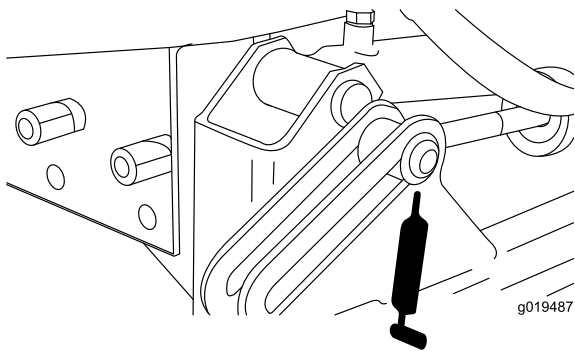
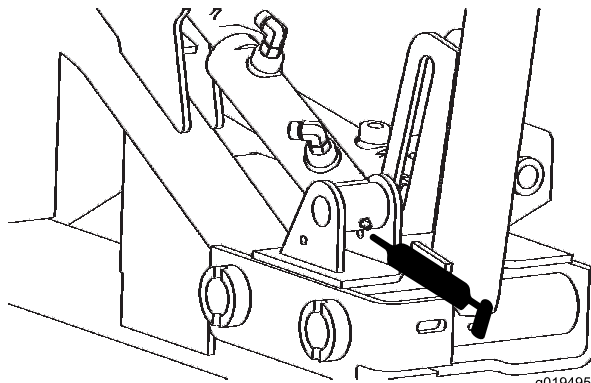

Рисунок 37
Рисунок 38
- Передние цилиндры подъема (3 шт.) (Рисунок 37 и Рисунок 38)